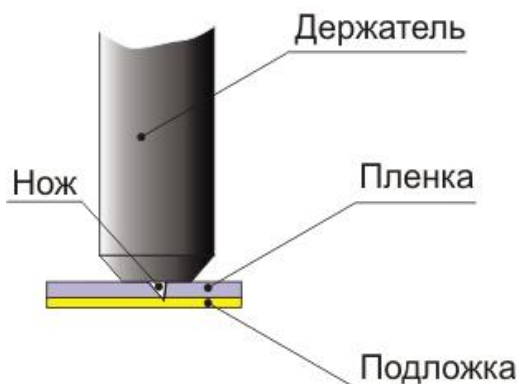

Рис. 6
**Примечание 2:** Перед регулировкой параметров “SharpAngle” и “Close” необходимо правильно настроить держатель ножа. **Вылет ножа относительно держателя, должен быть настроен так, чтобы даже при максимальном давлении, не возможно было прорезать подложку на сквозь (см. рис.6).**